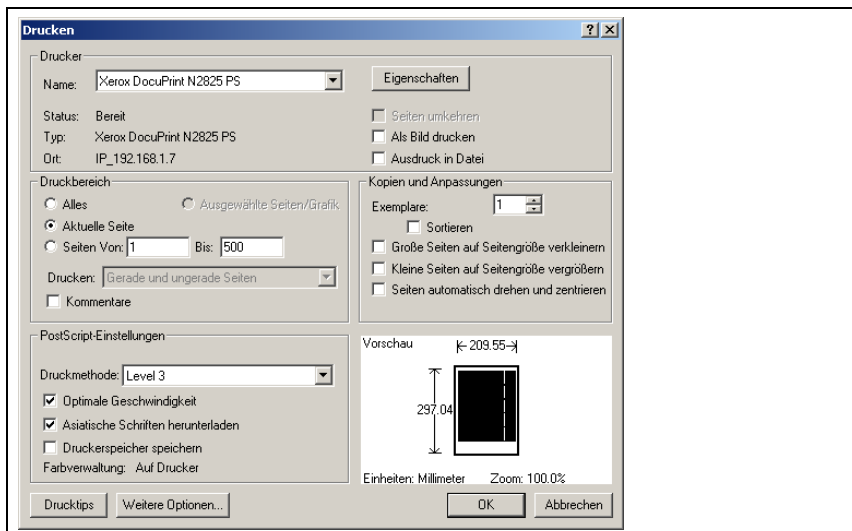

Figura 6.9: Configurazione della stampante per il kit di riparazione NCB
**Proposta di configurazione della stampante:** vedi figura 6.9.